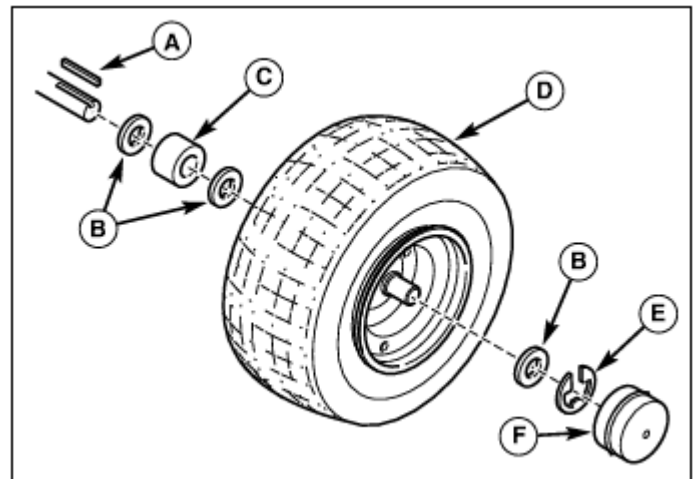

図 18 リアアクスル
5. 分解の逆の手順で組み付けます。機械を地面まで下げます。この時キー (図 18 の A) がキー溝と確実に合っているか確認して下さい。